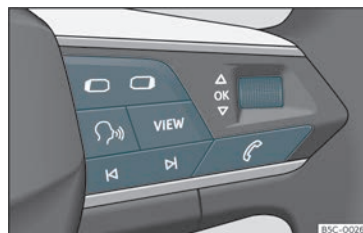

Fig. 60 Lado direito do volante multifunções: botões para utilizar os menus e as indicações informativas do painel de instrumentos.
Enquanto existir uma advertência com prioridade 1»» **Página 75** , não será possível aceder a nenhum menu. Algumas advertências podem ser confirmadas e ocultadas com o botão **OK** do volante multifunções»» **Fig. 60** .
- Se aparecer uma mensagem ou o pictograma de um veículo, pressione o botão **OK** »» **Fig. 60**; se for necessário, várias vezes.
- Para mudar de menu use os botões **◀** ou **▶** »» **Fig. 60** .
- Para abrir o menu ou a indicação informativa exibida, pressione o botão **OK**»» Fig. 60 ou espere alguns segundos até que o menu ou a indicação informativa se abra automaticamente.
- No menu visualizado, rode a rodinha direita do volante multifunções»» Fig. 60 até que a opção de menu desejada fique realçada. A opção aparece assinalada.
- Pressione o botão **OK**»» Fig. 60 para realizar as alterações desejadas. Uma marca indica que a função ou o sistema em questão estão ativos.
Pressione o botão **OK** ou **OK**»» Fig. 60.